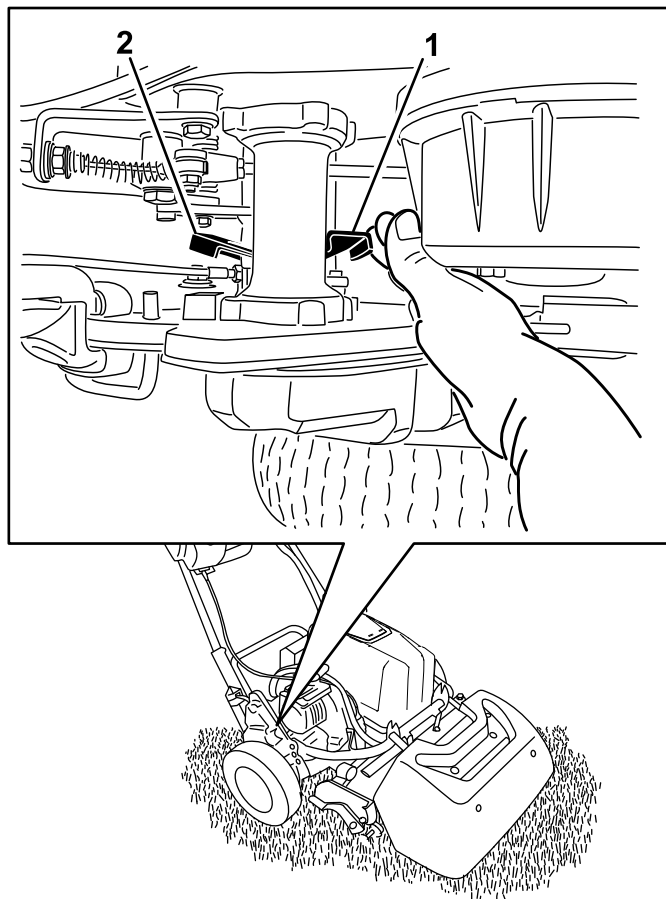

Figura 28
1. No canto posterior direito da máquina, localize a alavanca de engate/desengate da tração ao lado do tambor da transmissão (Figura 28).